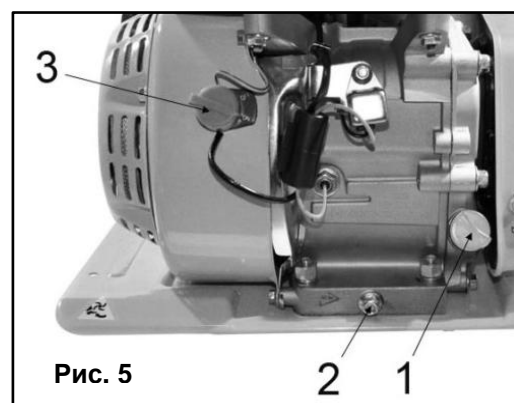

Рис. 5
- Отверните крышку маслоналивной горловины (1)(См. Рис.5) из картера двигателя, достаньте щуп.